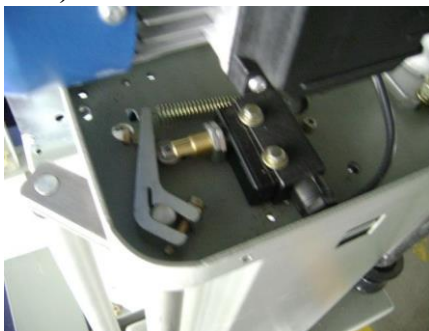

Рис. 1
1. Переключатель подачи предварительно натянутой пленки (рис. 1)